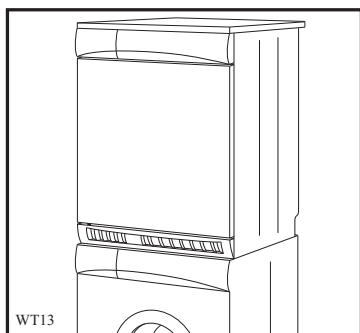

Fig 10
- Modeller med sokkel (fig. 10, 11, 12 og 13).